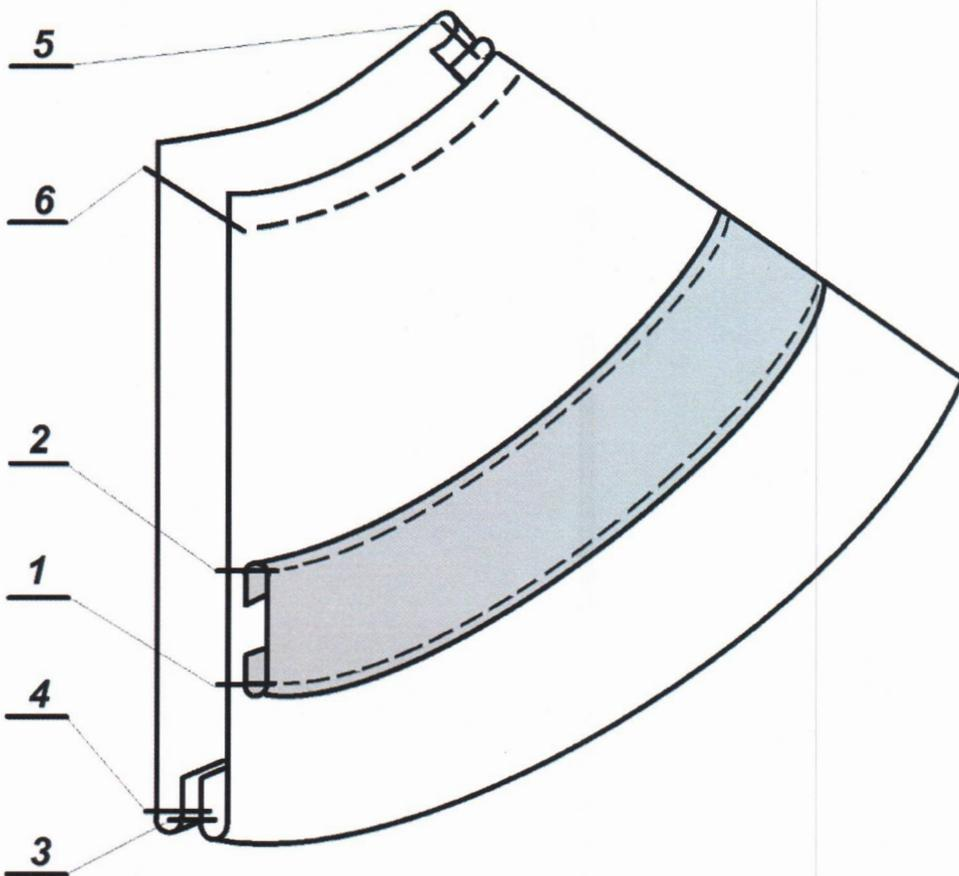

Рисунок 2 – Схема обработки воротника
2) При пошиве можете воспользоваться рекомендованной технологической последовательностью изготовления, приведенной ниже (стр. 7), а также схемами обработки (стр. 8, рис. 2), или применить свой метод изготовления, не ухудшающий качество и полностью соответствующий заданному внешнему виду фрагмента модели женского платья.
2. Настрочить косую бейку вдоль отлета воротника с подгибом срезов внутрь на расстоянии 0,1-0,2 см от сгибов с соблюдением технических условий (рис. 2, стр. 1 и 2).
3. Обтачать верхний воротник нижним по срезу отлета, ш. шва 0,7 см (рис. 2, стр. 3).
4. Настрочить нижний воротник на шов обтачивания отлета воротника, ш. шва 0,1-0,2 см (рис. 2, стр. 4).
7. Обтачать концы воротника, ш. шва 0,7 см (рис. 2, стр. 5).
11. Стачать верхний и нижний воротники вдоль среза горловины на расстоянии 0,5-0,6 см (рис. 2, стр. 6).